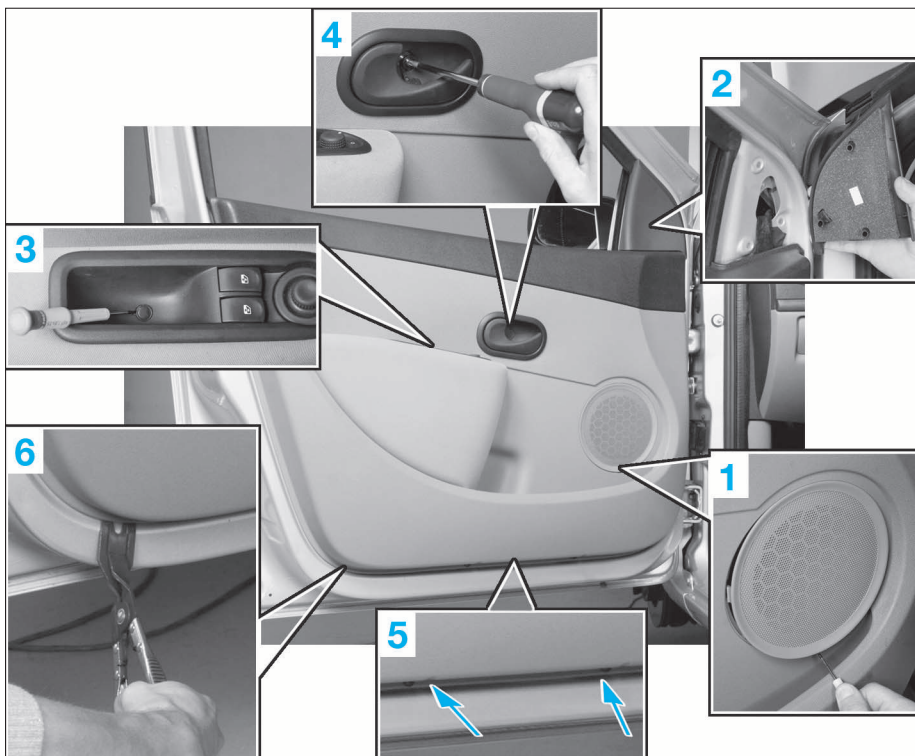

FIG. 65
- Déposer la grille (1) puis le haut-parleur avant (Fig.65).
- Déclipser l'enjoliveur (2) de rétroviseur extérieur.
- Déposer l'obturateur (3) puis la vis. Extraire la platine de commande.